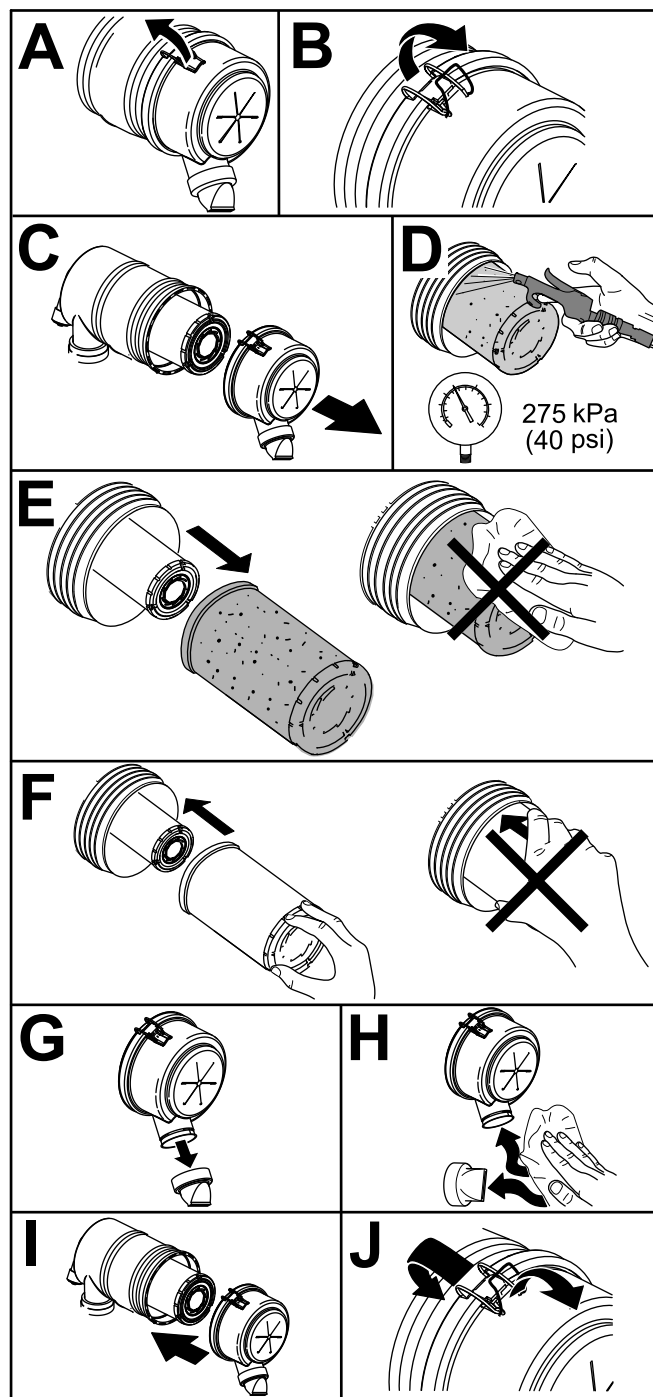

Figura 81
1. Sostituite il filtro dell'aria (Figura 81).